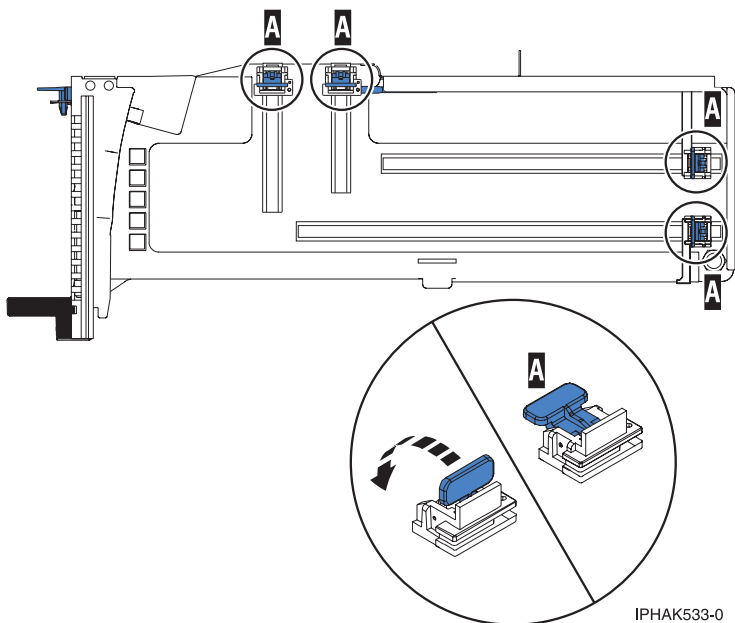

Abbildung 37. Adapterhalterungen in einer Kassette
- a. Stellen Sie sicher, dass alle Adapterhalterungen nach außen zu den Kanten der Kassette gedrückt wurden, damit der Adapter installiert werden kann. Siehe Abb. 37.